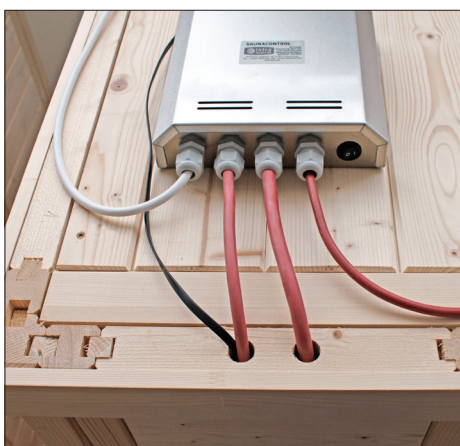

fig. 8
- III. Utilizzando l'apposito strumento, passare il cavo nero dell'unità di comando attraverso la canaletta della sauna sul tetto (fig. 8).
- III. Utilizzando l'apposito strumento, passare il cavo nero di collegamento dell'unità di comando attraverso la canaletta della sauna sul tetto (fig. 8).